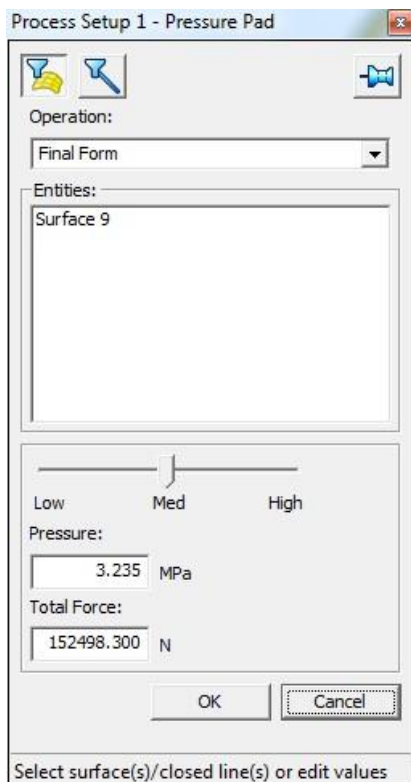

Рис. 37. Окно **Process Setup 1 – Pressure Pad**
**Pad** (рис. 37), в которое введете значение прилагаемого давления или усилия в строку **Pressure** или **Total Force** соответственно. Затем в графическом окне укажите поверхности, на которые действует давление, и нажмите **OK**.
После задания давления в ветви **Forming Conditions** дерева проекта появится новый элемент **Pressure Pad 1**. Двойной щелчок левой кнопки мыши по нему вызовет окно **Process Setup 1 – Pressure Pad** (рис. 37), в которое можно внести требуемые изменения.